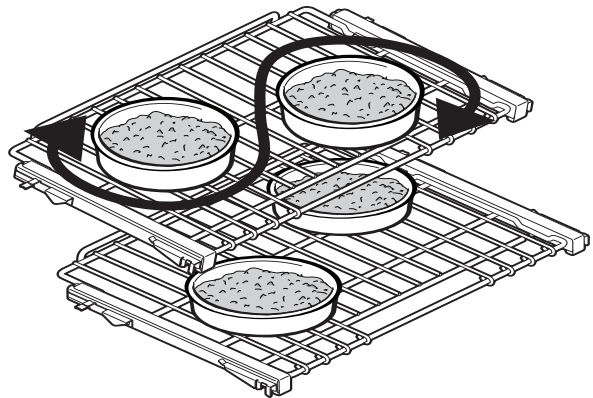
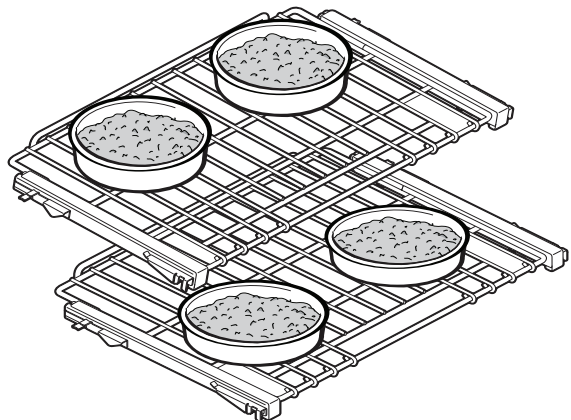

Figure 27 : 36 & 48 po Plat Positionnement
Figure 28 : 30 po Plat Positionnement
- Laissez un espace libre de 1,5 po (38 mm) au-dessus et en dessous de chaque plat. Pour les modèles de four de 36 et 48 pouces, placez les plats de façon à ce qu'ils ne se trouvent pas directement les uns au-dessus des autres, comme sur la *Figure 27*. Pour les modèles de four de 30 pouces, les plats doivent être placés comme sur la *Figure 28*.